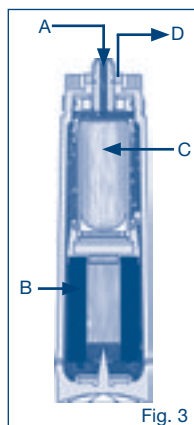

Fig. 3
El agua del grifo (A) está entrando en el cartucho de filtro (Fig. 3) y el agua se filtra por una de bloque de carbón (B) activado. Las partículas, materia orgánica disuelta, colorantes naturales y sustancias responsables del mal sabor y los olores por ejemplo, se eliminan cloro.